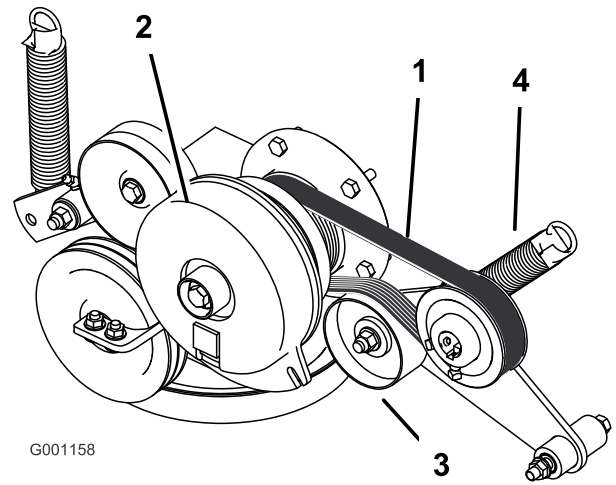

Figura 59
3. Retire el muelle del brazo de la polea tensora (Figura 59).
4. Instale la correa nueva alrededor de la polea del motor y de la bomba hidráulica (Figura 59).
6. Instale el muelle en el brazo tensor (Figura 59).